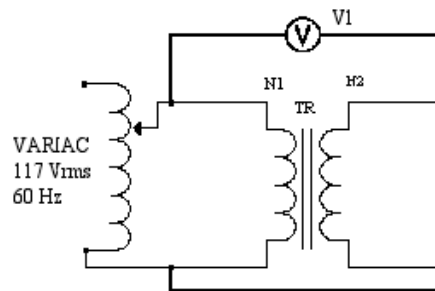

Figura 8.2.- Circuito para determinar la ubicación de las marcas de polaridad
- 12.- Para obtener las marcas de polaridad de los arrollados primario y secundario del transformador, monte el circuito de la figura 8.2.